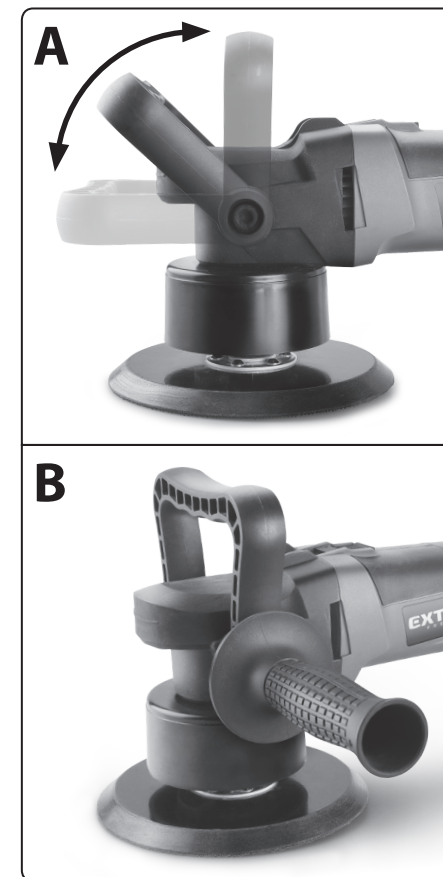
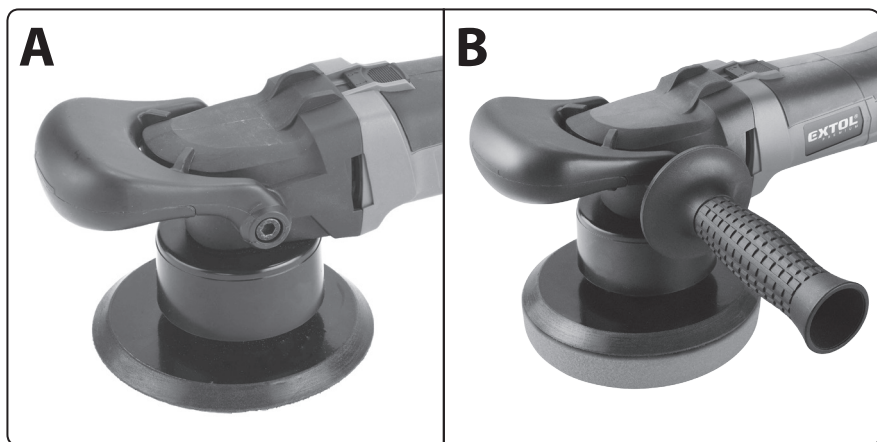

Abb. 7
Abb. 8
- ➔ Der obere Vordergriff in Form des Buchstabens „D“ oder der flache Vordergriff in Kombination mit dem Seitengriff erleichtern das Halten und machen die Arbeit in verschiedenen Lagen beim Polieren/Halten bequemer, z. B. beim Polieren von Fahrzeugseiten, Haube u. ä. - siehe Abb. 7 A, B; und Abb. 8 A, B.
- Aus Sicherheitsgründen und auch wegen einer besseren Handhabung der Poliermaschine befestigen Sie an ihr stets den zusätzlichen Vordergriff, wie auf der Abb. 7 oder Abb. 8 dargestellt. Der Seitengriff muss zu einer sicheren Arbeit mit der Poliermaschine nicht unbedingt installiert werden, sie erhöht jedoch den Komfort beim Polieren, z. B. an den Fahrzeugseiten.
- ➔ Die Bohrung vom Griff in „D“ Form legen Sie auf die Bohrungen in den Seiten der Poliermaschine und drehen Sie den Griff in einer bequeme Haltungslage, Abb. 7 A. An der Seite kann anstelle der Schraube ein Seitengriff montiert werden, siehe Abb. 7 B. Falls dieser montiert ist, genügt es, dass die Schraube nur auf der gegenüberliegenden Seite angeschraubt wird. Falls Sie den Seitengriff nicht montieren wollen, müssen die Schrauben auf beiden Seiten angeschraubt werden.
- ➔ Falls der flache Vordergriff installiert wird, setzen Sie die Griffbohrungen zuerst von unten auf die Bohrungen der Poliermaschine und dann rasten Sie den Griff im Vorderteil vom Poliermaschinengehäuse ein (dies erfordert ein gewisses Geschick). An der Seite kann der Seitengriff montiert werden, siehe Abb. 8 B. Falls der Seitengriff montiert ist, muss auf der gegenüberliegenden Seite nur eine Schraube eingeschraubt werden. Falls Sie den Seitengriff nicht montieren wollen, müssen die Schrauben auf beiden Seiten angeschraubt werden.